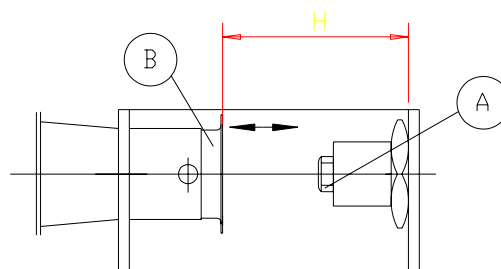

Figure 2
- Changer l'injecteur (A) (table 1).
- Réguler le Venturi (B) (Fig.2) à la mesure H qui correspond (Table 1).